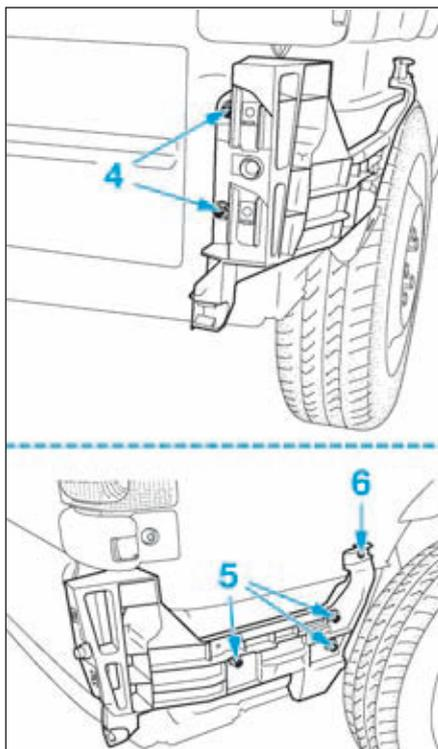

FIG.163
- Déposer les vis (4) et (5) (Fig.163) puis percer le rivet (6) pour déposer la ferrure latérale.